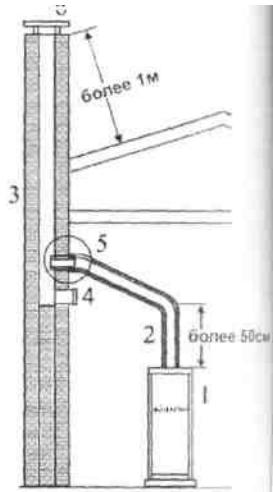

Рис. 28.1.
### **2. Дымоход здания. (Рис. 28.1.)**
2.1. Дымоход здания должен обеспечивать отвод продуктов сгорания в полном объеме. Дымоход здания показан на рис. 28.1.: